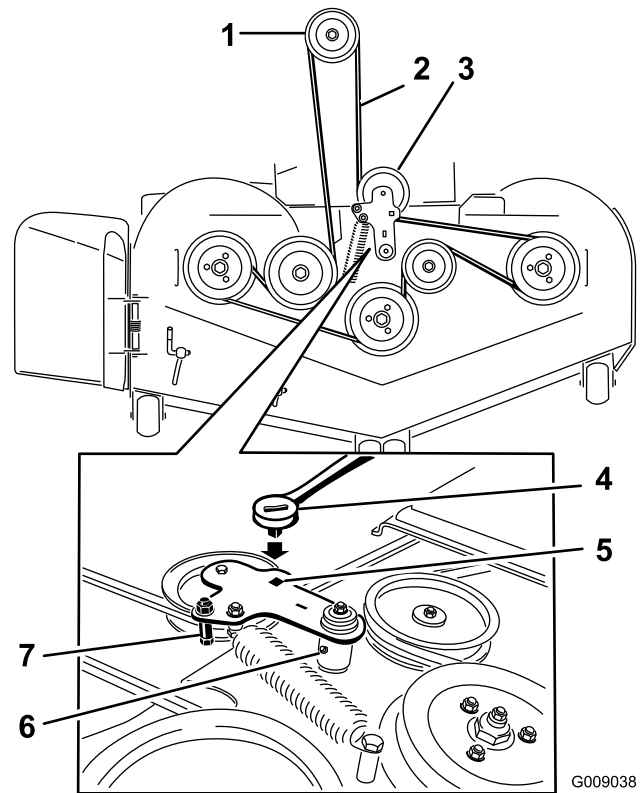

Figure 76
5. Insérez un rochet dans le trou carré du bras de la poulie de tension pour détendre le ressort de la poulie de tension (Figure 76).
7. Enlevez le guide de courroie situé sur le bras de la poulie de tension rappelée par ressort (voir Figure 76).
9. Acheminez la courroie neuve autour des poulies du tablier de coupe et de la poulie d'embrayage, sous le moteur (Figure 76).
10. Montez le guide de courroie sur le bras de la poulie de tension (voir Figure 76).
11. Insérez le rochet dans le trou carré et montez le ressort de la poulie de tension (Figure 76).